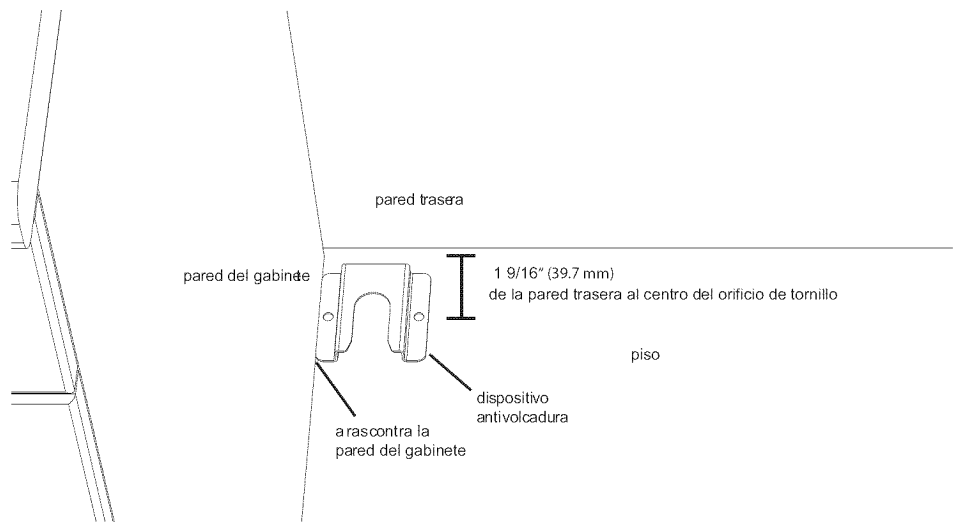

Figura 5: Soporte antivolcadura
2. Tome medidas para localizar la posición del soporte como se indica en la Figura 5: Soporte antivolcadura.